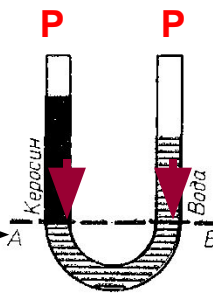

Рис. 108
При равенстве давлений высота столба жидкости с большей плотностью будет меньше высоты столба жидкости с меньшей плотностью (рис. 108).
- Докажите, что в сообщающихся сосудах высоты столбов над уровнем раздела двух разнородных жидкостей (см. рис. 108) обратно пропорциональны плотностям жидкостей. Укажите. Используйте формулу для расчета давления жидкости.